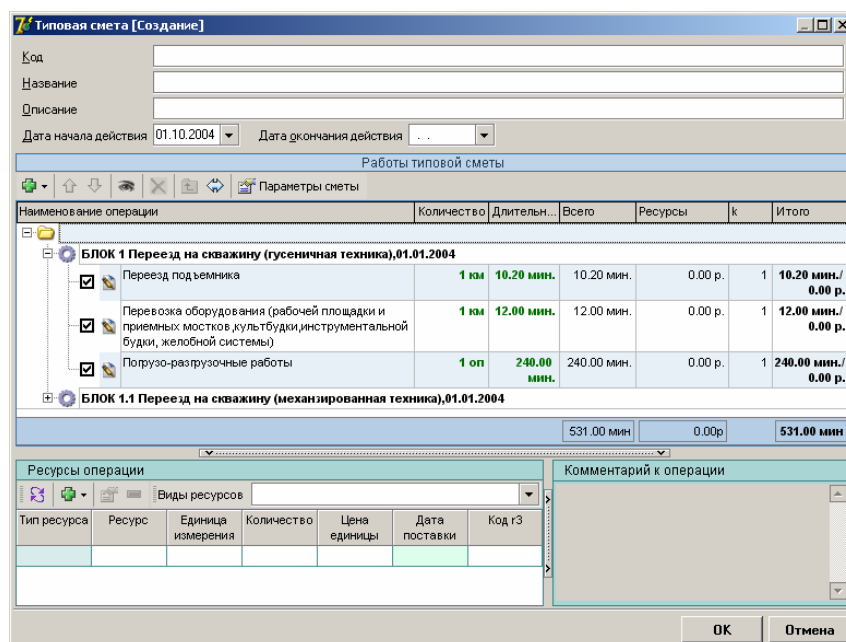

Рисунок 4.7
Каждый вид работ содержит список операций, определенный в справочнике видов работ. Чтобы отобразить дерево операций для вида работ нажмите кнопку  рядом с нужным видом работ. Экранная форма «Типовая смета» примет вид (рис.4.7):
Чтобы сделать активной закладку «**Параметры сметы**» нажмите кнопку (рис.4.7). Окно примет вид (рис.4.9):
6. После определения всех видов работ и редактирования параметров операций нажмите кнопку <OK> в экранной форме «**Типовая смета**» (рис.4.7).